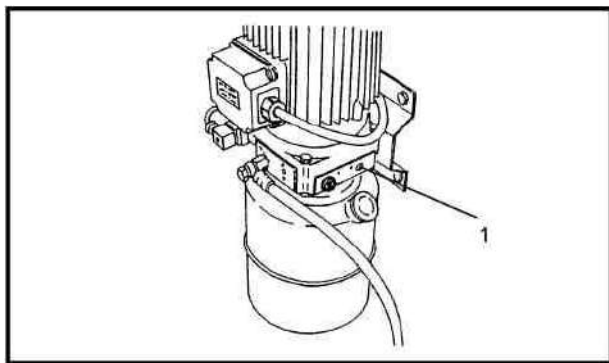

Рис. 20
- При перегрузке оборудования срабатывает предохранительный клапан в блоке насосной станции (1, Рис. 20). Масло при этом циркулирует внутри станции.